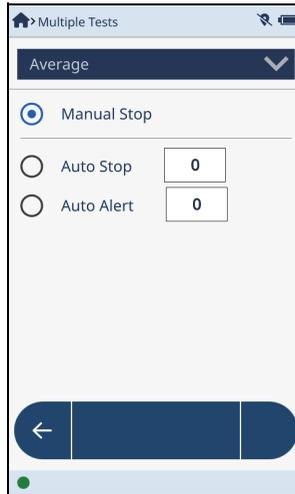

图 2-14 启用手动停止功能
1. 在**Average**（平均）对话框中，点击**Manual Stop**（手动停止）按钮（参见第34页的图 2-14）。